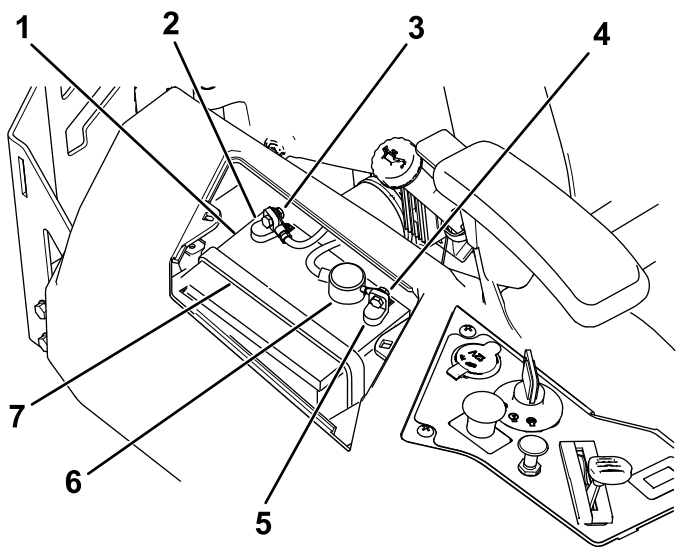

Figura 58
4. Staccate il cavo negativo (nero) di terra dal polo della batteria (Figura 58).
6. Staccate il cavo positivo (rosso) dal polo della batteria (Figura 58).
7. Togliete il dispositivo di fissaggio della batteria (Figura 58) e togliete la batteria dal vassoio.
1. Posizionate la batteria nella cassetta (Figura 58).
5. Fissate la batteria con l'apposito dispositivo (Figura 58).